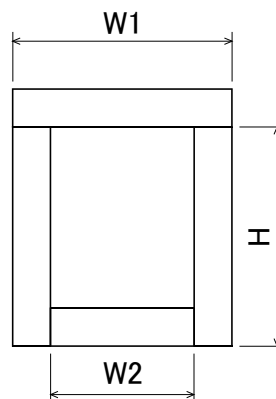

図2
- コーナー部は図2のように加工すると防水・防塵・防油効果(防油はBP11-20Fのみ)が高まります。より高い効果を得たい場合は、コーナー部の継ぎ目をシーリング材で埋めてください。